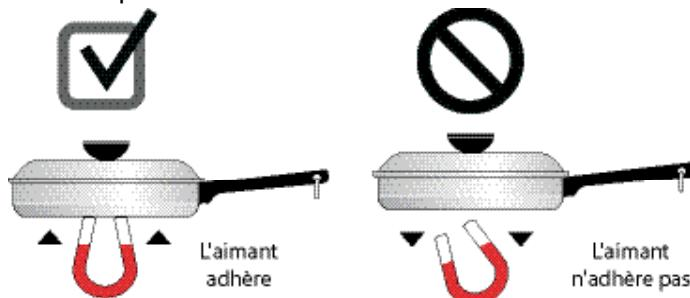

Figure 52: Test de l'aimant
- **Acier inoxydable** – Conducteur de chaleur lent qui donne des résultats de cuisson variables. Il est durable, facile à nettoyer et il résiste aux taches. Certains types d'acier inoxydable ne fonctionneront pas sur une table de cuisson à induction. Utilisez le test de l'aimant (Figure 52) pour vérifier le magnétisme de votre ustensile de cuisson en acier inoxydable.
vitrifié fonctionnera sur une table de cuisson à induction. Utilisez le test de l'aimant (Figure 52) pour vérifier le magnétisme de votre ustensile de cuisson en émail vitrifié.